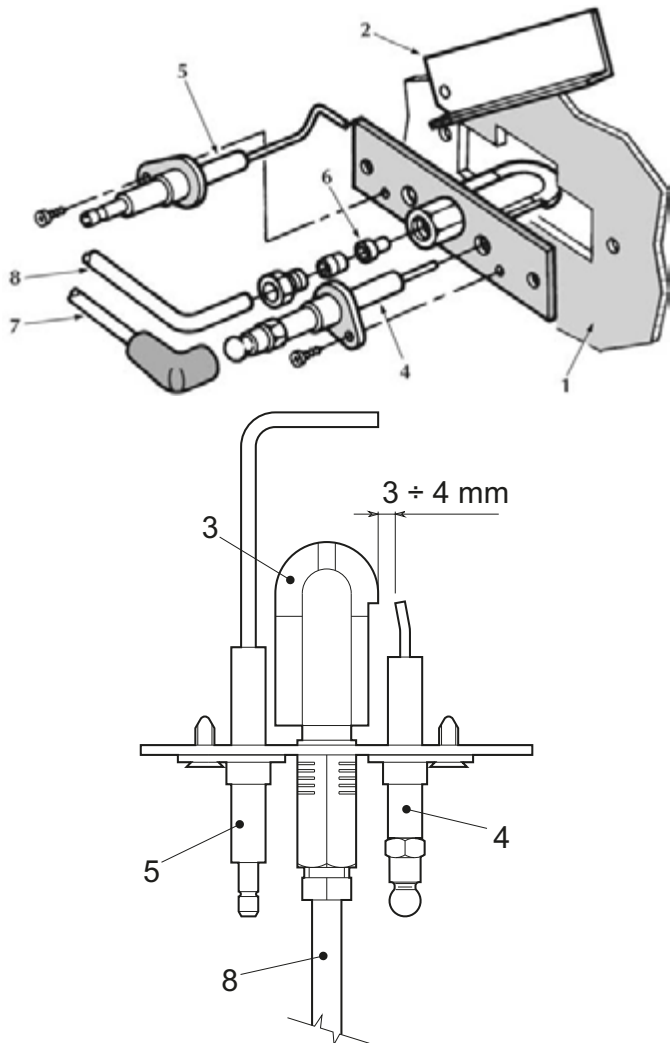

fig. 8 - Quemador piloto
- Los electrodos no presenten incrustaciones y estén bien colocados (véase fig. 8).
Después de repetidos intentos de encendido, la centralita electrónica bloquea la caldera.	Limpiar con aire comprimido los inyectores de los quemadores piloto. Controlar que el gas llegue a la caldera correctamente y que no quede aire en los tubos. Controlar que los electrodos estén correctamente ubicados y no tengan incrustaciones (ver fig. 8). Controlar que la caldera esté conectada a una buena toma de tierra. Controlar las conexiones a los electrodos de encendido y de ionización.
En la fase de encendido, no se produce la descarga entre los electrodos.	Controlar que los electrodos estén correctamente ubicados y no tengan incrustaciones (ver fig. 8). Termostato de regulación ajustado en un valor demasiado bajo Controlar la alimentación eléctrica. Controlar las conexiones a los electrodos de encendido y de ionización. Controlar las conexiones a la centralita electrónica de control de la llama. Controlar que no se hayan invertido la FASE y el NEUTRO y que los contactos a masa sean eficaces. Controlar la presión del gas de entrada y que no haya presostatos del gas abiertos. Rearmar el termostato de seguridad. Comprobar que el termostato de ambiente esté cerrado.